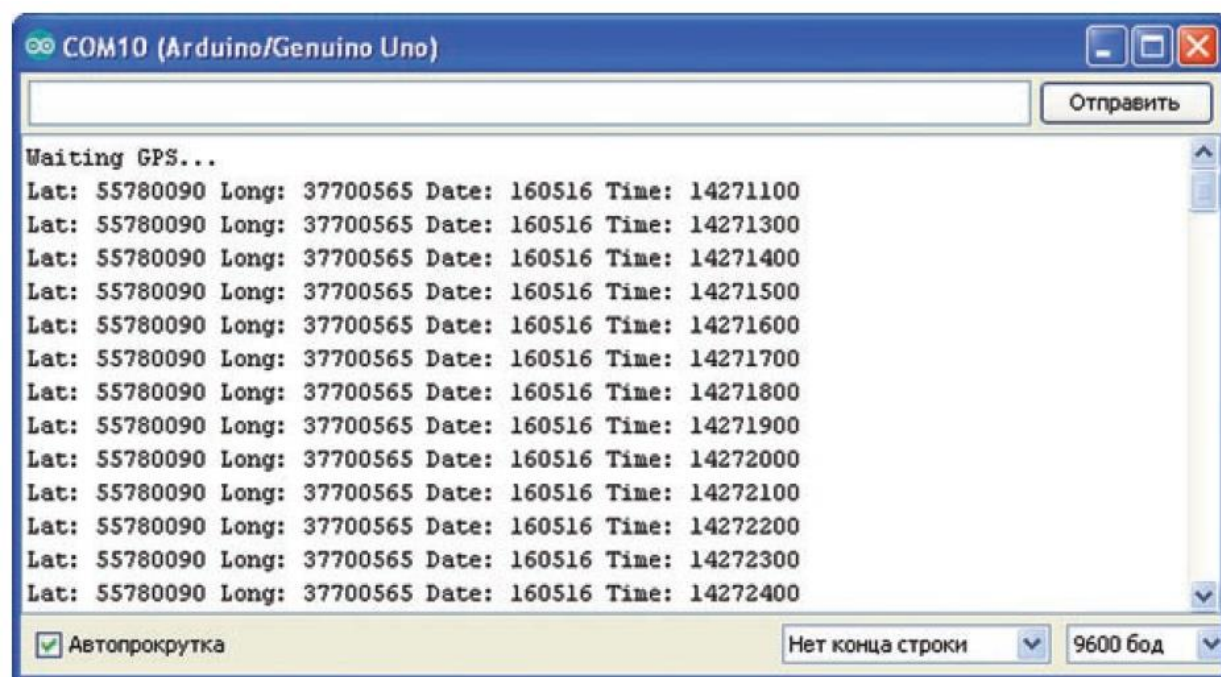

Рис. 33.4. Вывод данных GPS в монитор последовательного порта Arduino
4. Смотрим в мониторе последовательного порта Arduino вывод данных широты и долготы. Также получаем текущую дату и время по Гринвичу (рис. 33.4).